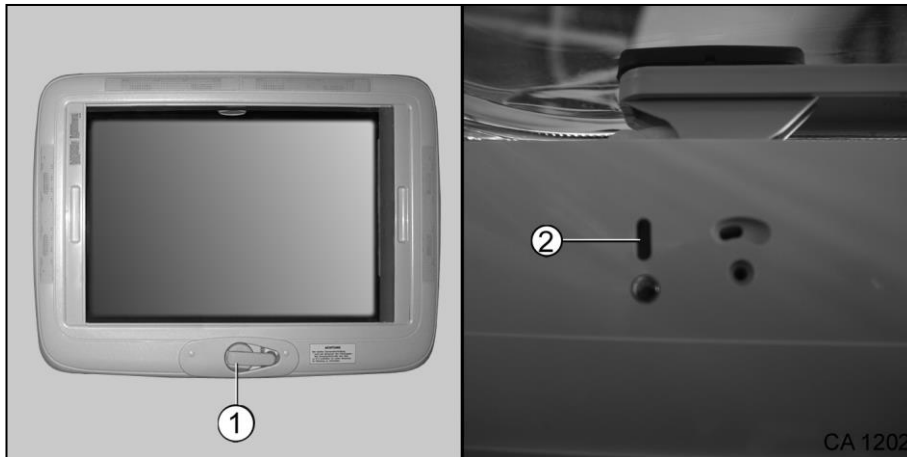

Fig. 58 Lanterneau avec manivelle et indicateur de fermeture
- En fermant le lanterneau, n'actionner la manivelle que jusqu'à ce qu'une bande rouge apparaisse sur l'indicateur (Fig. 58/2).
Ce lanterneau se laisse uniquement ouvrir à l'aide d'une manivelle (Fig. 58/1).